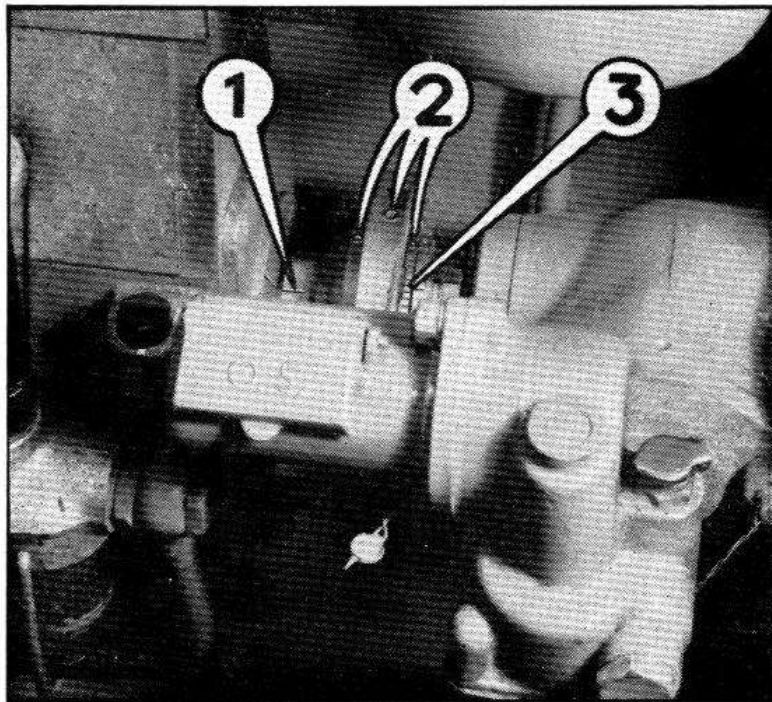

Fig. 29. — Repérage pour le calage de la pompe à injectoin.
5° Placer la pompe d'injection sur son socle, tourner l'arbre à cames de cette dernière à la main, jusqu'à ce que le repère gravé sur le carter de la pompe, coïncide avec le repère 1 (fig. 29) gravé sur le toc d'entraînement. Fixer la pompe sur son socle. La pompe ainsi montée doit être en phase avec le moteur.
- 8° Dans le cas où les repères ne coïncideraient pas, il y aurait lieu de desserrer les vis du toc (rep. 3, fig. 29) et d'aligner les repères gravés sur le carter de la pompe d'injection et sur le toc d'entraînement ; puis rebloquer les vis.